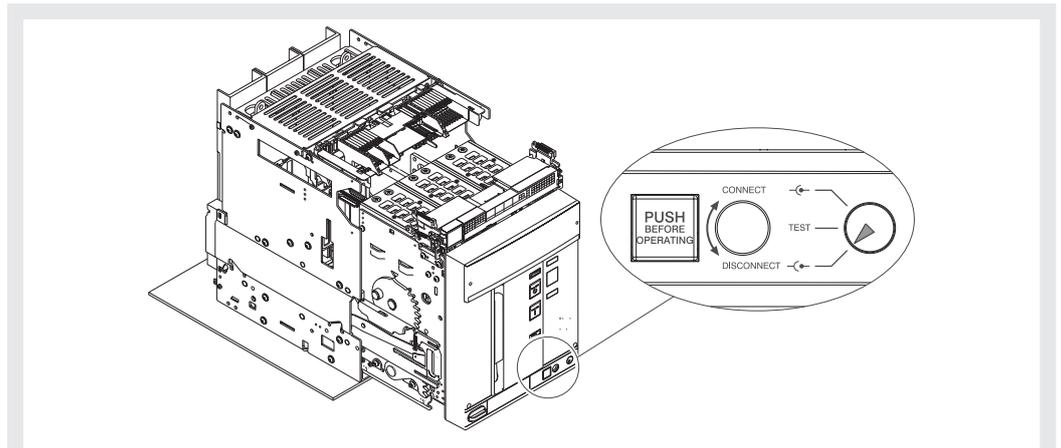

Figura 41
6. Verificar que el indicador señale la posición **DISCONNECT**. Véase Figura 41.